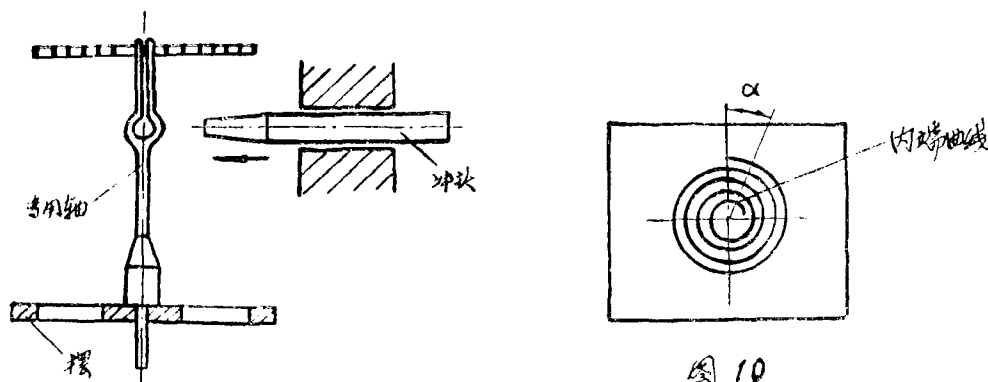

图 9
(1) 第一次定长在 Spiromatic 半自动截长仪上进行，操作时，用一专用軸（如图 9）。当冲头插入軸上端的孔时，上端兩瓣张开游絲內端插进兩瓣之間，冲头拿出后，將游絲夾紧，然后，用鑷子夾住軸，使軸下端輕輕压入摆輪，放在截长仪上进行初定长。定长前，摆輪和游絲均不选配，第一次定长后摆輪和游絲配套放入一塑料盒內，盒內約 100 个格，每格放一套。
(2) 截游絲內端：在 Eska 厂看到工人操作时有一个約 40 平方毫米方硬紙片，紙片上划有座标綫，外端对准 y 軸，將游絲的內圈中心对准座标中心，內端起点則应在与 y 軸成 α 角的直綫处因內端要插入內桩，故截长时要多留一部份。据介紹，不同的表机有不同的 α 角。